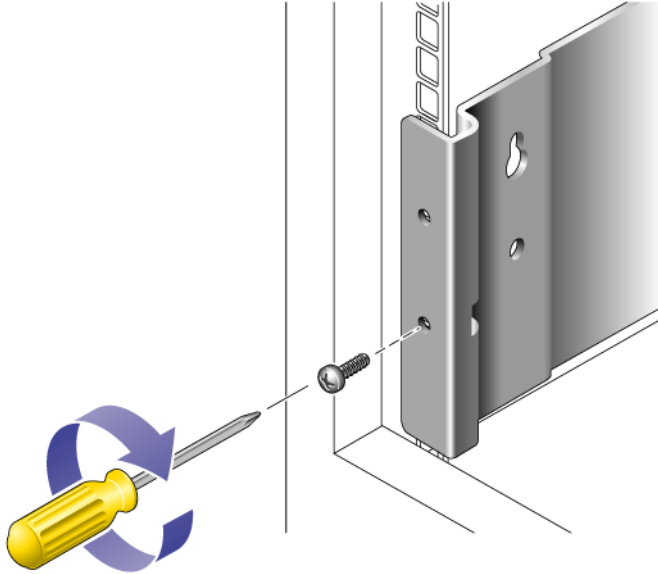

FIGURE 2-29 Fixation du rail à l'arrière de l'armoire
6. Introduisez et serrez une vis adaptée à l'écrou à cage afin de fixer le rail au rail arrière de l'armoire (voir FIGURE 2-29).